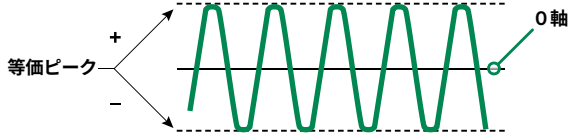
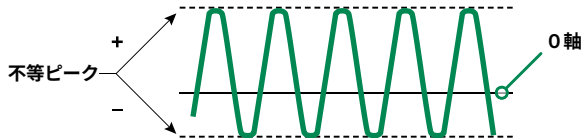

図 17 - 対称電流
図 18 - 非対称電流
**対称電流** – 0 軸上下での AC 波の対称性を表す「対称電流」と「非対称電流」。0 軸上下のピーク電流値が等しいとき、電流が対称と言えます。図 17 (次のページ) をご参照ください。図 18 のようにピーク電流が等しくない場合、非対称電流と見なされます。故障が発生した際の非対称性の程度は、力率 (X/R) 変化と故障発生時の電圧波上の点で決まります。力率の定義をご参照ください。一般に、短絡力率が低ければ非対称性が高くなります。